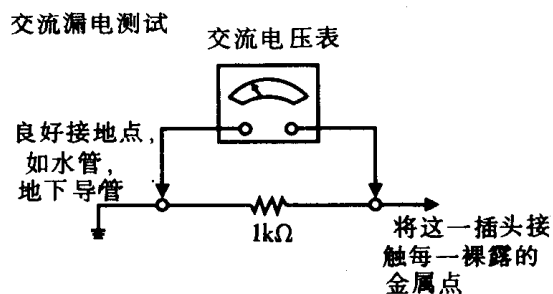

图1.2.1 漏电检测方法
(2) 电视机中任何保险丝烧断时，必须用机芯元器件表中规定的保险丝更换。
(3) 在更换元器件或电路板时，焊接前应先将引线绕端子缠好。
(4) 在更换电路板内的大瓦数电阻（氧化金属膜电阻）时，电阻应离印制板10mm 以上。
(5) 走线应远离高压、高温器件。
(6) 在将修好的电视机交还给用户之前，总要完成机壳上裸露的金属零件的漏电检查，如天线、接线端子、螺钉头、金属外罩、控制旋钮轴柄等，以确保电视机可以安全使用而不致有电击的危险。由于本电视机具有AVC（自动电压控制）电路，因此后盖上贴的标签中所标明的电压范围内工作时，电压是不可调整的（在进行此项检查中，不要使用电源线隔离变压器）。测试时应采用每伏1000Ω 或更高灵敏度的交流电压表，如图1.2.1。测试方法如下：在已知良好接地点（水管、地上管道等）和裸露的金属零件之间连接一只1kΩ 电阻，每测一次连接